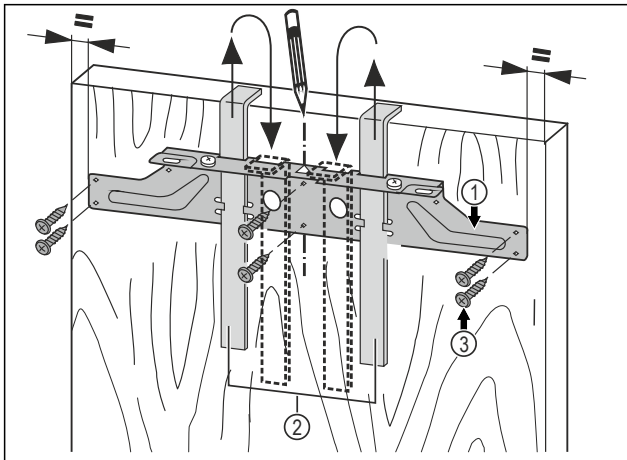

Fig. 45
- Varni traversën e mbërthimit Fig. 45 (1) me ndihmëse e montimit Fig. 45 (2) mbi anën e brendshme të derës së mobilies.
- Niveloni traversën e mbërthimit Fig. 45 (1) në mes të derës.
- Mbërtheni traversën e mbërthimit Fig. 45 (1) me të paktën 6 vida Fig. 45 (3).
- Mbërtheni traversën e mbërthimit Fig. 45 (1) me 4 vida Fig. 45 (3) në anë.
- Nxirni jashtë ndihmëset e montimit Fig. 45 (2) nga lart dhe futini të rrotulluara në vrimat e futjes që gjenden anash.